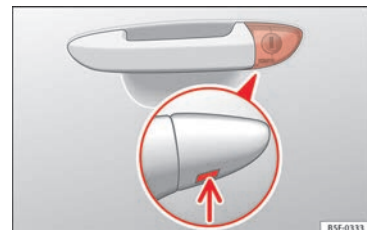

Fig. 3 Poignée de la porte du conducteur : barillet de serrure caché.
- Introduisez le panneton dans l'ouverture du cache de la poignée de la porte du conducteur depuis le bas » **fig. 3** (flèche) et retirez le cache vers le haut.